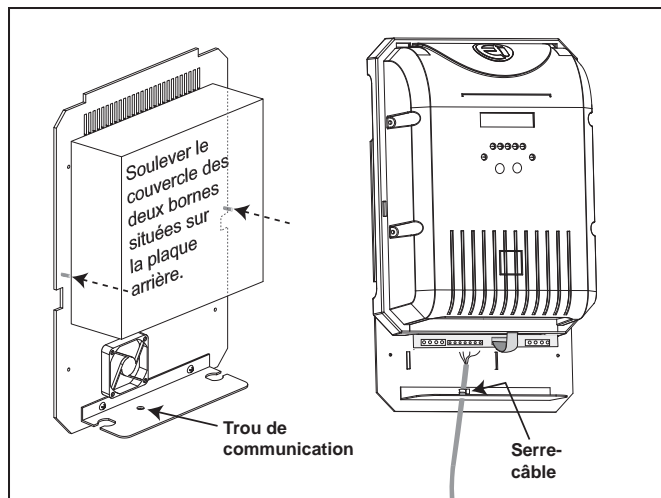

Figure 18. Accès et câblage à la carte de circuit imprimé
2. Enlever les vis qui fixent le couvercle à la plaque arrière et soulever le couvercle pour dégager les bornes (Voir Figure 18).
3. Enlever le bouchon blanc qui recouvre le trou (Voir Figure 18).
5. Fixer le serre-câble au câble du dispositif de commande tel qu'illustré (Voir Figure 18).